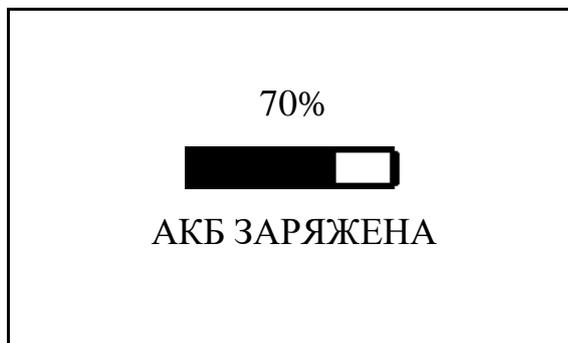

Рисунок 6 – Вид экрана после включения прибора
2.2.3.1 Для проверки работоспособности прибора нажать кнопку включения прибора . В центре экрана должна появиться информация об уровне заряда аккумулятора (см. рис. 6).